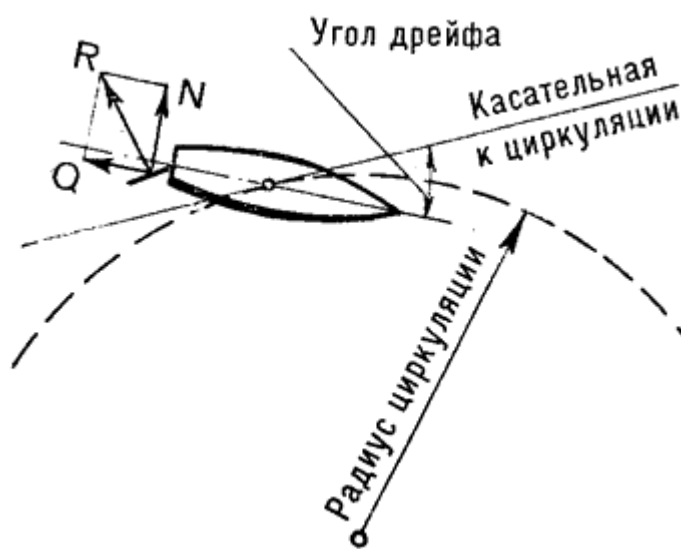

Рис. 83. Схема действия руля
**Управляемость судна** — это его способность изменять направление движения (поворачивать) под действием руля и парусов. Схема действия руля показана на **рис. 83**. При движении судна давление воды на руль направлено примерно перпендикулярно плоскости руля. Силу  $R$  давления воды на руль можно разложить на две силы:  $N$  и  $Q$ .
Чрезмерно положенный руль, как видно на **рис. 83**, только тормозит ход и отнюдь не способствует улучшению поворотливости.